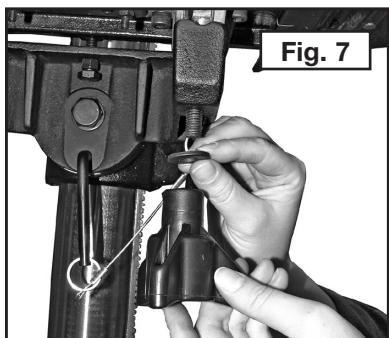

Fig. 7
5. Instale las arandelas y las manijas de inclinación delantera como lo muestra la Fig. 7. Ajuste firmemente.